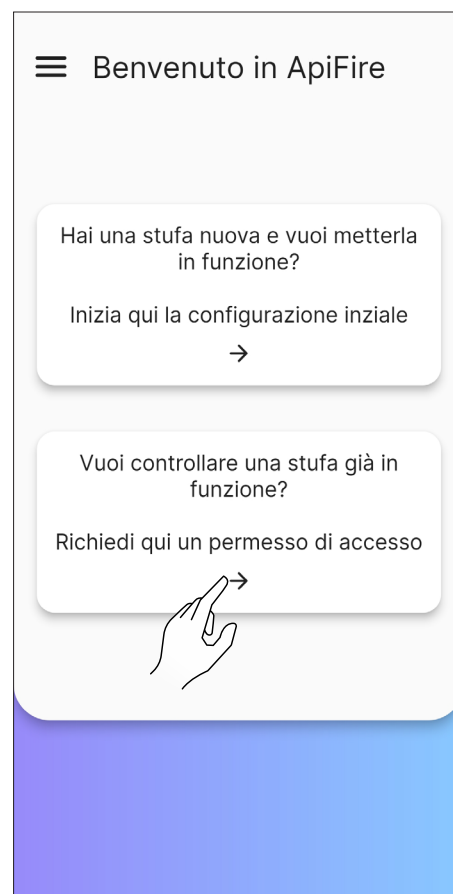

Fig. 8.27
- selezionare la voce “Vuoi controllare una stufa già in funzione?” (Fig. 8.27);